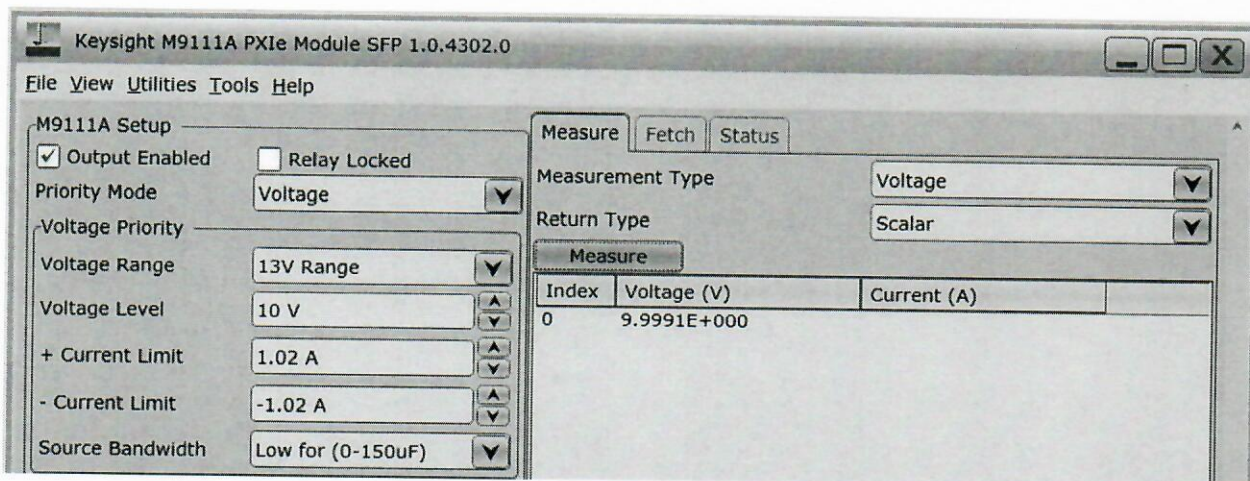

Рисунок 8 – Виртуальная панель управления прибором
– значения напряжений устанавливать в поле «Voltage Level», значения силы тока – в поле «Current Limit» (см. рисунок 8); в поле «Priority Mode» выбрать «Voltage»;
– абсолютную погрешность воспроизведений напряжения постоянного тока определить по формуле (4):